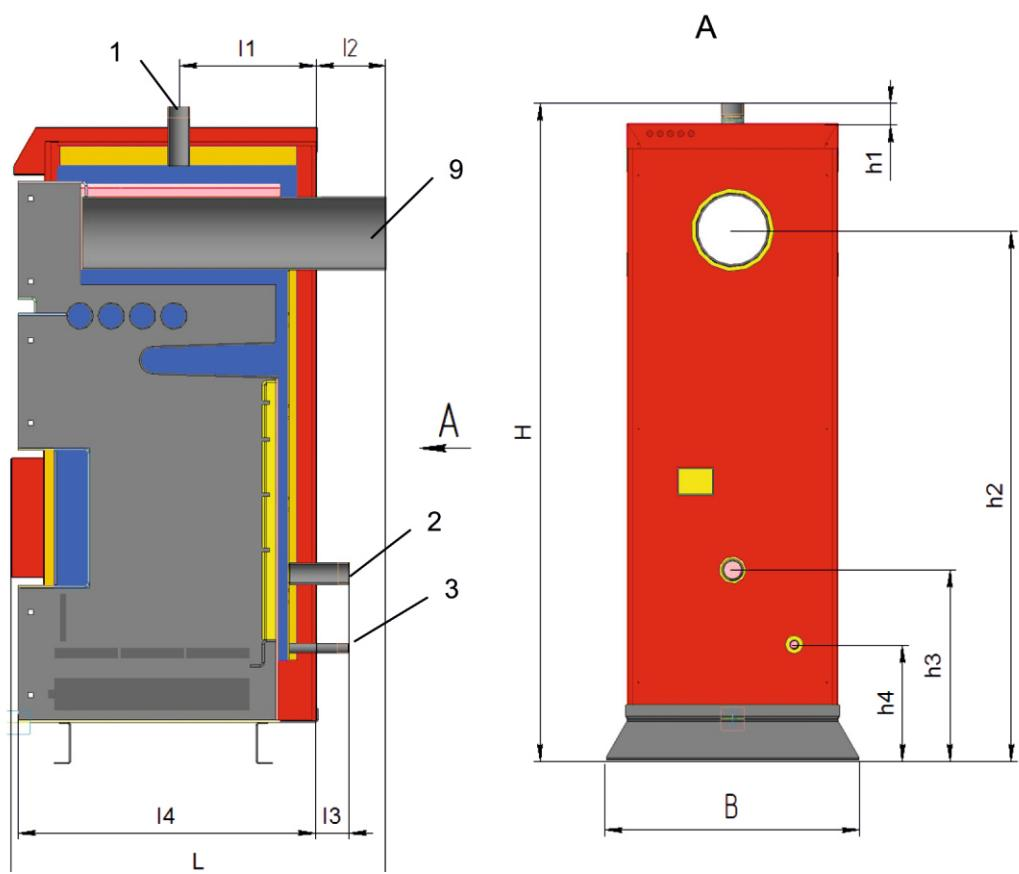

Рисунок 1 - Габаритные и присоединительные размеры Котлов моделей П-10÷95
Габаритные (максимальный габарит) и присоединительные размеры Котла (см. рис.1), мм:
Котел (рис.1, 2, 3) представляет собой стальной сварной теплоизолированный каркас, обширеный снаружи съемной декоративной облицовкой, все вместе образующие собой корпус, и устанавливаемый на собственных опорах (16). Внутреннее пространство имеет сложную конфигурацию, включает в своем составе трубчатый теплообменник (14), предназначенный для циркулирования теплоносителя (воды), листовые детали, образующие вместе со стенками каркаса камеру сжигания, воздухоподводящие каналы (на рисунке не показаны), систему дымоудаления из Котла (9). Внутри каркаса в нижней части расположены устройства: колосниковая решетка для размещения топлива (15), зольный ящик (5) для сбора и удаления золы. Снаружи Котел имеет дверцы (11,12,13) с назначением согласно рисунку 3, патрубки для подсоединения к трубопроводам водяного контура системы отопления (1,2), патрубок для опорожнения теплообменника (3), штуцер для установки тягогрегулятора (17), штуцер для установки термодатчика (19), дутьевой электровентилятор, штуцера для подключения ТЭНа, тягогрегулятора. Выход дымохода размещен на задней стенке Котла; выходная труба снабжена шиберной заслонкой.